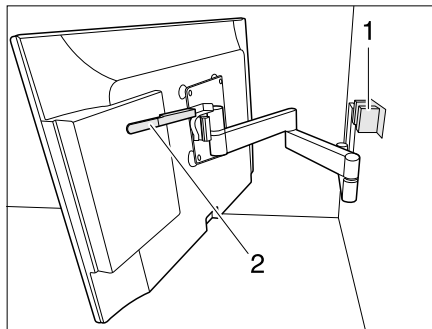

Fig. 55 Support à bras articulé
- Pousser le levier (Fig. 55,2) vers le bas pour détacher l'écran plat du dispositif de blocage (Fig. 55,1). Relâcher le levier.